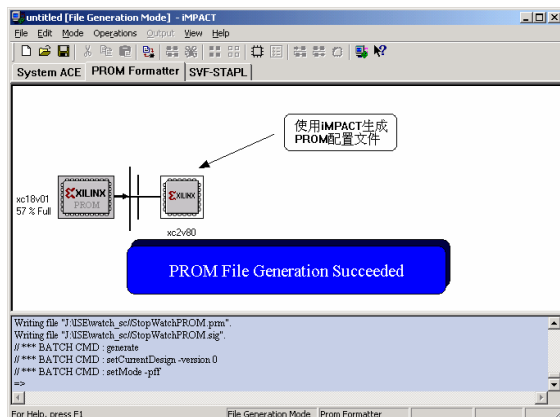

图9-93 使用 iMPACT 生成 PROM 配置文件
- (7) BIT 文件添加完成后，单击 **完成** 按钮，iMPACT 会弹出【PROM File Generation】对话框，询问是否生成 PROM 文件，单击 **是(Y)** 按钮，iMPACT 会提示是否需要改变 PROM 文件的文件名。由于文件名在之前的步骤已经设置好，因此单击 **否(N)** 按钮，iMPACT 将生成 PROM 文件，如图 9-93 所示。